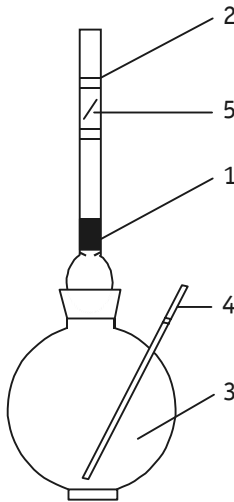

Bild 1 Gasoszillator
Ein zylindrischer Körper (1) mit der Masse  $m$  und dem Durchmesser  $d$ , der in einem senkrechten Präzisionsrohr (2) ein Gasvolumen (3) bekannter Größe  $V$  nach oben abschließt, wird im Rohr aufsteigen, wenn man durch das Röhrchen (4) Gas zuführt, da sich im Raum unter dem Körper ein Überdruck aufbaut (siehe Bild 1). Gibt der Körper beim Steigen ein Ventil (5) (feiner Schlitz) im Rohr frei, so entweicht Gas und der Druck fällt ab. Der Körper sinkt nach unten und verschließt das Ventil wieder. Bei kontinuierlicher Gaszufuhr steigt und sinkt der Körper im Rohr periodisch. Stellt man die Gaszufuhr so ein, dass auch der wegen des Spielraums zwischen Körper und Rohrwand unvermeidliche Gasfluss ausgeglichen wird, so bildet sich eine mitgekoppelte Schwingung aus, da die an sich gedämpfte Schwingung immer wieder phasensynchron angestoßen wird.